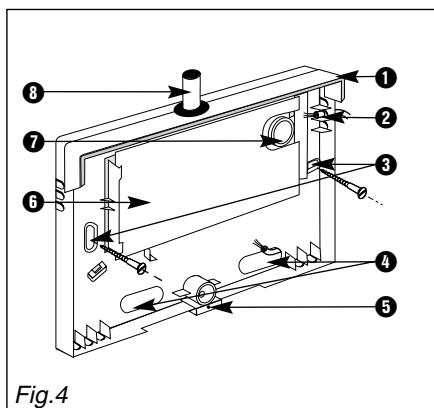

Fig.4
2.3.2 Composants du produit (fig. 4)
- Boîtier ❶.
- Trous de fixation ❷.
- Trous ou orifices prédécoupées ❸ et ❹ pour recevoir les câbles.
- Cœillet ❺ pour le plombage.
- Carte RMR 22 ❻.
- Pastille ❼ d'autoprotection à l'arrachement.
- Antenne ❽.